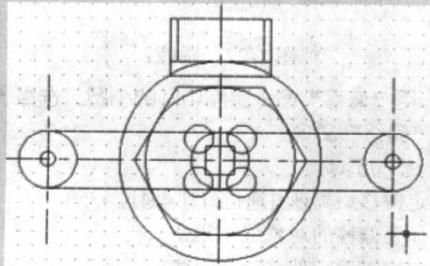

图 1-26 复制小圆
(9) 单击“修改”|“复制”，复制出另外 3 个圆，如图 1-26 所示。